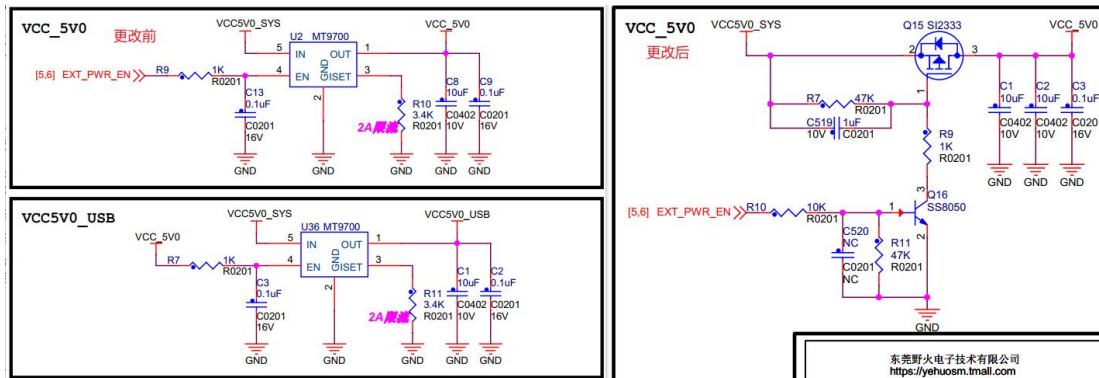

图 1
1. 去掉 VCC_5V0 和 VCC5V0_USB 的限流电流，更改前后对比如图 1 所示。更改后的 VCC_5V0 直接给 USB 接口的电源供电。